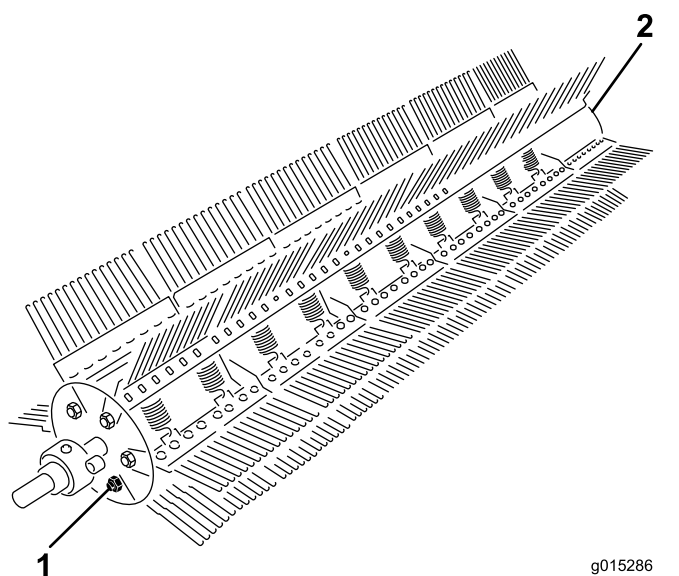

Bild 27
2. Entfernen Sie die Schraube und Sicherungsmutter von einem Ende der Rechenstange (**Bild 27**).